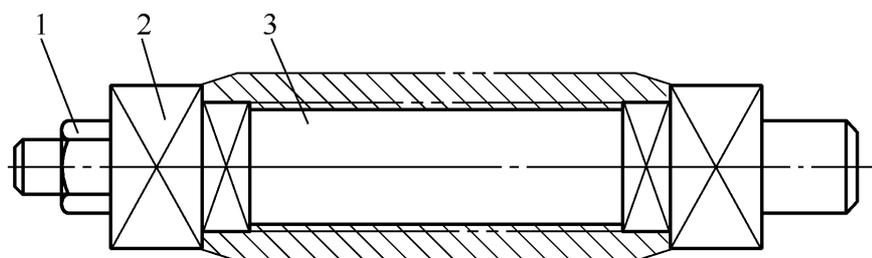

图 3-47 心轴
① 机床的选择：选用X6132型万能卧式铣床，利用分度头及其附件装夹工件加工。
② 刀具的选择：选用直径为 $\phi 150\text{mm}$ ，厚为5mm的锯片铣刀。
③ 装夹方法：工件装在心轴上（见图3-47），心轴一端以